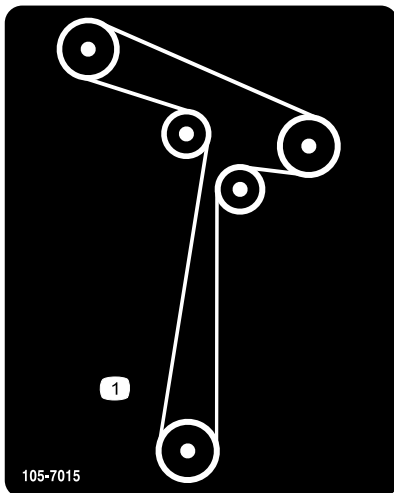

Figure 4
1. Installez la courroie du tablier de coupe (Figure 4), si elle a été retirée. Reportez-vous à la section Remplacement de la courroie du tablier de coupe dans le *Manuel de l'utilisateur*.